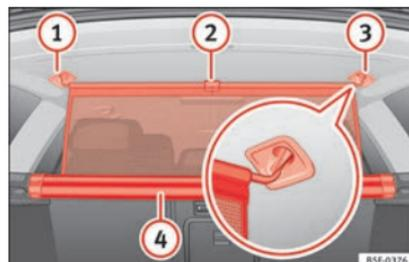

Fig. 167 Dans le coffre à bagages : attacher le filet de séparation.
- Tirez la languette »» fig. 167 ② vers le haut pour sortir le filet du boîtier ④. »»
- Attachez le filet de séparation au côté droit **③** (image élargie).
- Attachez le filet de séparation dans le logement du côté gauche **①** en étirant la tringle.